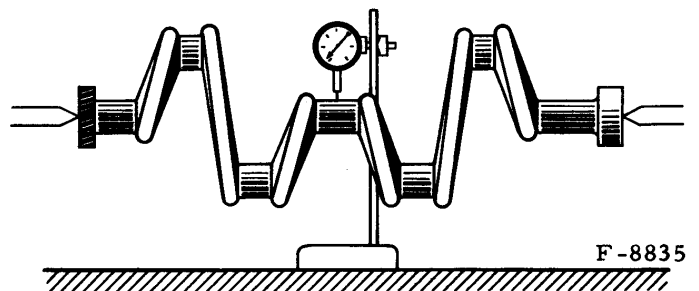

Fig. 59.- Mesure de la flèche entre pointes
- La mesure de la flèche à la portée centrale se fait à l'aide d'un comparateur après la mesure de l'ovalisation, le vilebrequin étant placé entre pointes (fig. 59).